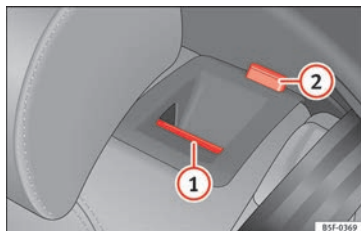

Fig. 152 En el respaldo del asiento trasero: tecla de desbloqueo ①; marca roja ②.
- Tire de la tecla de desbloqueo » fig. 152 ① hacia delante y, al mismo tiempo, abata el respaldo.
- El respaldo trasero está desbloqueado cuando se ve una marca roja en la tecla ②. »
El respaldo trasero está desbloqueado cuando se ve una marca roja en la tecla » fig. 152 ②.